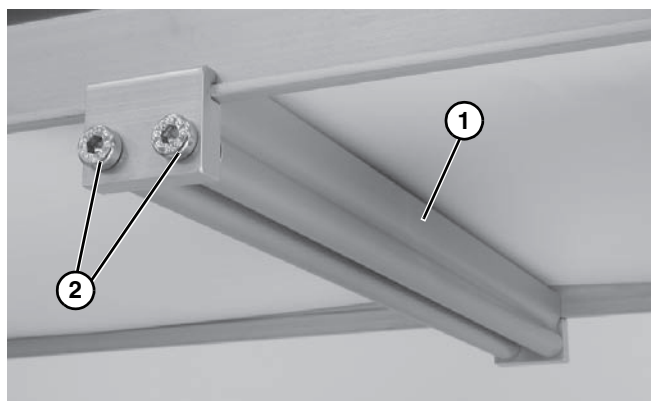

Figure 16
3. Rollenbausatz wie gezeigt (**Figure 16, item 1**) montieren. Schrauben (**Figure 16, item 2**) mit einem Drehmoment von 7 Nm (60 in-lb) anziehen.